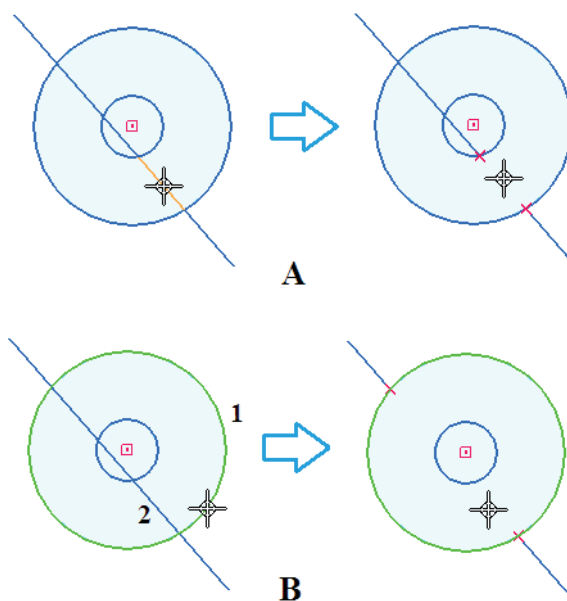

Рис. 2.2.13. Иллюстрация выполнения команды Отсечь с выбором граничных элементов
По умолчанию отсечение производится до ближайшего пересечения (рис. 2.2.13, А), однако команда предусматривает принудительный выбор граничного элемента (одного или нескольких), до которого выполняется отсечение (рис. 2.2.13, В). Выбор граничных элементов (1) производится с нажатой клавишей **Ctrl** до выбора отсекаемой части элемента (2).